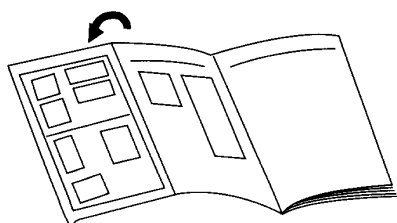

Fig. 6 Unidad de telemando
- 2 Emplee los botones de ajuste de la hora (+ / - SET TIME) (Fig. 6 ②) para ajustar la hora actual en el reloj.**